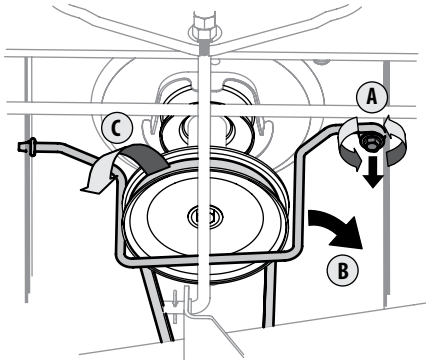

Figura 4-11
3. Retire la varilla de la guarda de la correa, alrededor de la polea del motor del tractor, sacando el tornillo autoroscante (A) que le asegura. Consulte la Figura 4-11.
4. Retire la correa (C) de alrededor de la polea del motor del tractor y de las poleas locas. Consulte la Figura 4-11.